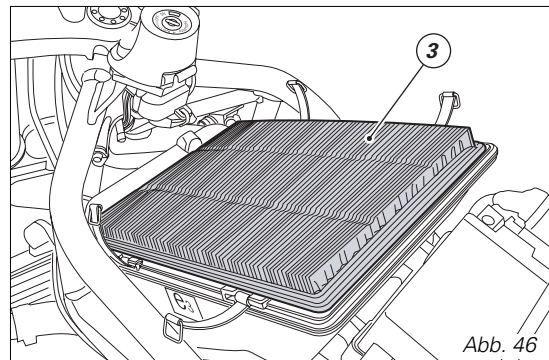

Abb. 46
Der Luftfilter muss in den von der Tabelle für die regelmäßigen Instandhaltungsarbeiten (siehe Garantieheft) vorgeschriebenen Zeiten ausgetauscht werden. Um an den Filterkasten gelangen zu können, muss man den Kraftstofftank anheben (Seite 45). Die Befestigungsklammern (1) des Deckels an beiden Seiten des Filterkastens aushaken, dann den Deckel (2) abnehmen. Den Filtereinsatz (3, Abb. 46) entfernen und austauschen.